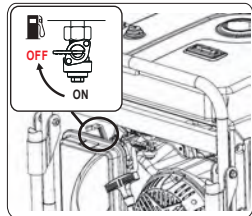

Fig 15
2. Gire la válvula del gasolina a la posición "OFF". (fig 15)